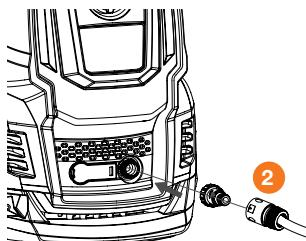
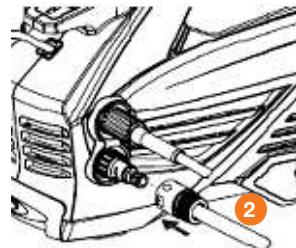

Рис. 15
Рис. 16
4. Удалите транспортировочную заглушку (если она установлена) со штуцера подвода воды и накрутите на него фильтр. Закрепите шланг подачи воды ② DAW 400 / 450 / 500 / 550 (Рис. 13), DAW 625 / 650 (Рис. 15), DAW 700 / 725 / 750 / 775 (Рис. 16) (не входит в комплектацию). Фильтр должен быть всегда установлен на входном штуцере для предотвращения попадания сторонних частиц, которые могут повредить насососную часть мойки.